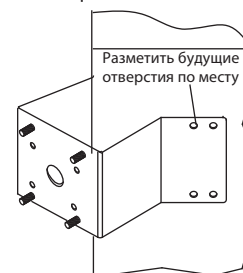

РИС. 6
- С-1. К месту крепления приложить соответствующий угловой крепеж и разметить место под будущие отверстия. (РИС. 6)